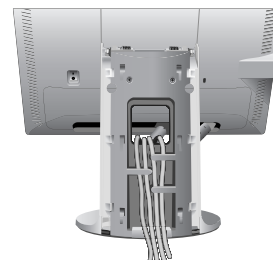

Abbildung C.5
7. Führen Sie alle Kabel durch die Halterungen (**Abbildung C.5**).